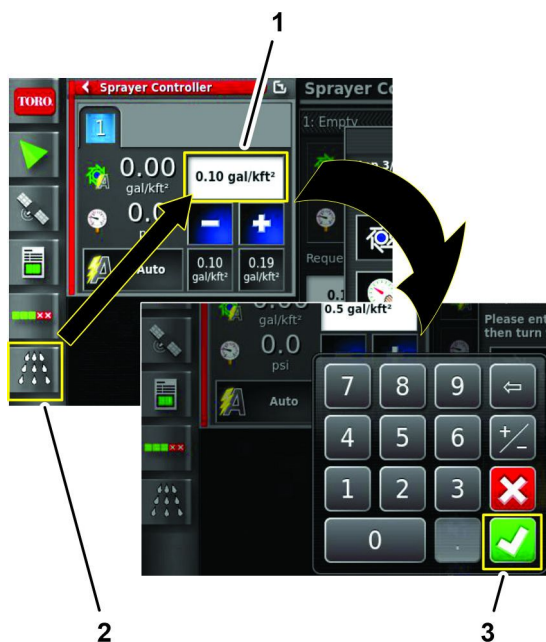

图 141
- 按喷洒率控制器图标按要求的喷洒率图标用显示屏键盘输入目标喷洒率然后按“确认”图标 图 141。